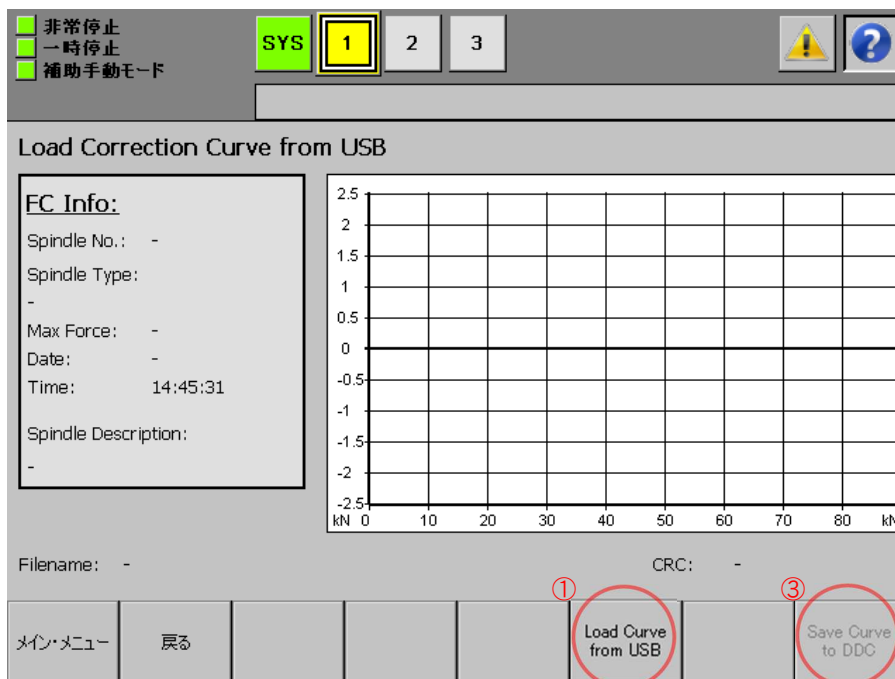

図8. USB メモリからのフォースコレクションカーブデータ読み込み画面
2. USB メモリをタッチパッドに差し込んだ状態で、フォースコレクションカーブデータ読み込み画面(図8参照)の①「Load Curve from USB」を選択します。
4. フォースコレクションカーブデータ読み込み画面(図8参照)の③「Save Curve to DDC」を選択します。